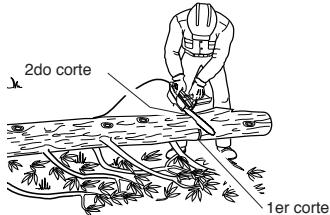

Figura 15 - Trozado del tronco apoyado sobre un solo extremo
- Haga el primer corte del lado inferior del tronco (vea la Figura 15). Utilice la parte superior de la barra de guía para realizar este corte. Atraviese  $\frac{1}{3}$  del diámetro del tronco. Este corte impedirá la producción de astillas en esta sección al completarse el corte.